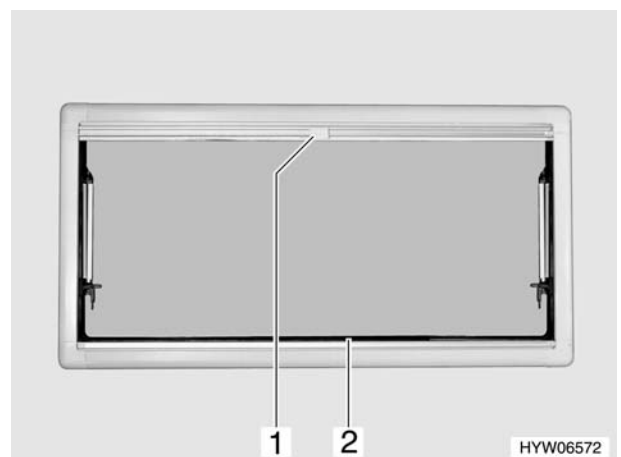

Bild 53 Ausstellfenster
- Die faltverdunklung (Bild 53,2) in der Mitte der Griffleiste fassen, von unten nach oben ziehen und auf der gewünschten Höhe loslassen. Die faltverdunklung bleibt in dieser Höhe stehen.
- Insektenschutzrollo (Bild 53,1) am Griff nach unten ziehen, bis es an der faltverdunklung (Bild 53,2) anstößt.
- Griff am Insektenschutzrollo (Bild 53,1) drücken.